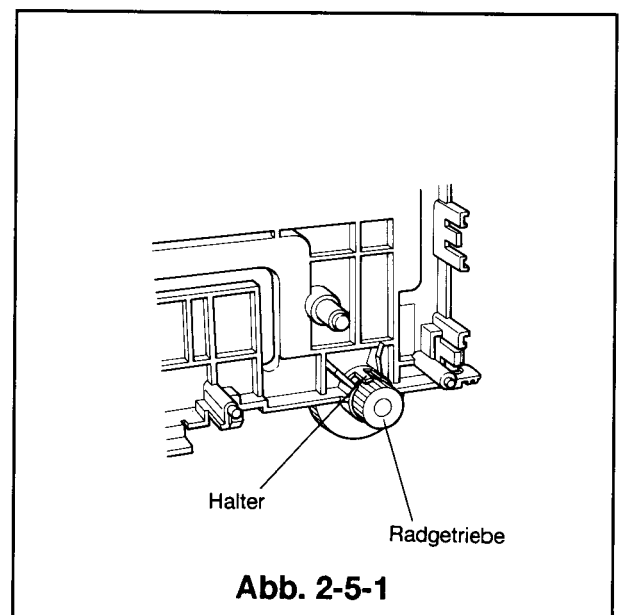

Abb. 2-5-1
- ① Das Kassettengehäuse ausbauen. (Siehe Artikel 2-1).
- ② Die Seitenplatte abnehmen und das Fühlergetriebe ausbauen. (Siehe Artikel 2-2).
- ③ Den in der Abb.2-5-1 gezeigten Halter lösen, und das Radgetriebe ausbauen.
- ① Von der Innenseite des Kassettengehäuses, das Radgetriebe in der in Abb.2-5-1 gezeigten Position installieren.
- ② Das Fühlergetriebe und die Seitenplatte installieren. (Siehe die Anweisungen im Artikel 2-2).
- ③ Das Kassettengehäuse installieren. (Siehe die Anweisungen im Artikel 2-1).